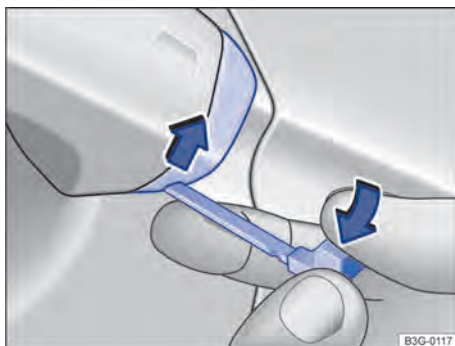

Fig. 79 Maçaneta da porta do condutor: alavancar a capa de cobertura para fora.
- Inserir a chave de emergência na maçaneta da porta do condutor por baixo na abertura da capa de cobertura → Fig. 79 (seta).